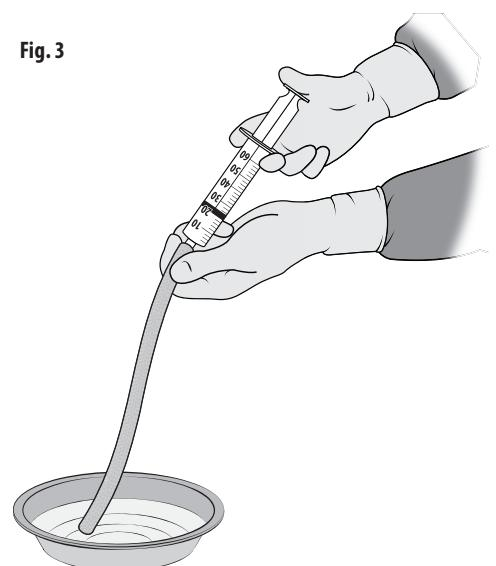

Fig. 3
1. Använd en steril injektionsspruta för att spola protesens lumen med 20 ml steril fysiologisk koksaltlösning. Fig. 3. Upprepa minst två gånger.